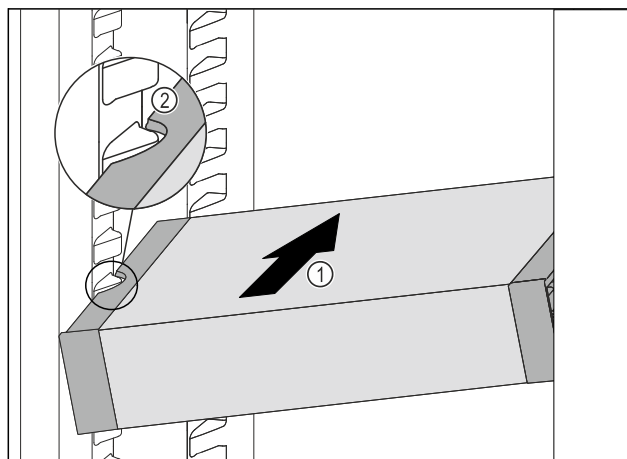

Fig. 129
- ▶ Împingeți VarioSafe oblic în frigider Fig. 129 (1), până când degajările laterale Fig. 129 (2) ale VarioSafese află la înălțimea nervurii recipientului din frigider.